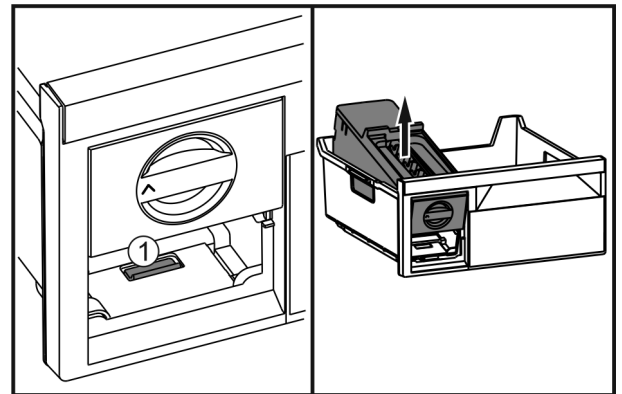

Fig. 73
- ▶ Lasche Fig. 73 (1) drücken, EasyTwist-Ice von hinten anheben und aus dem Gefrierschubfach herausnehmen.